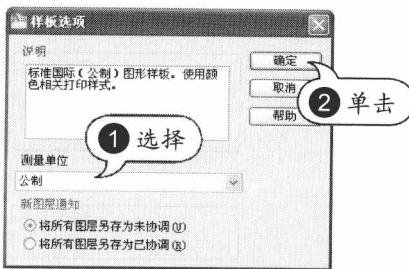

图 1-19 输入样板说明
**STEP 08** 输入样板说明。在“样板选项”对话框中设置测量单位，输入说明文字后单击“确定”按钮，如图 1-19 所示。